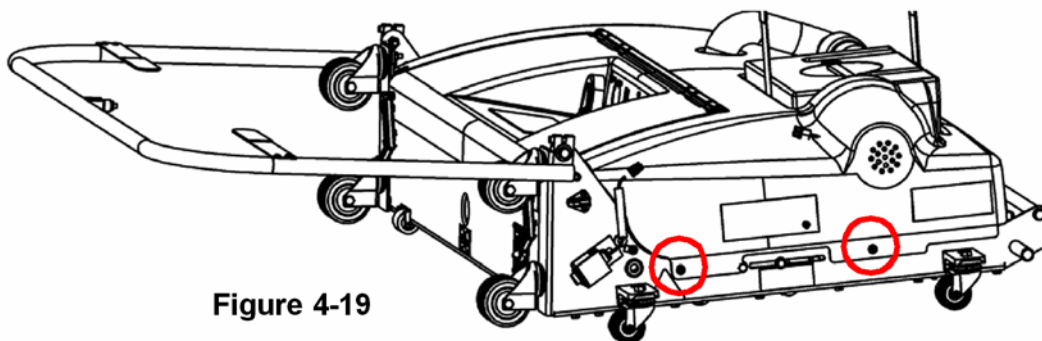

Figure 4-19
1. Lås upp oljeutrymmets dörrspärrar, koppla från vakuumslangen och ta ut avfallstanken, ta av locket till rengöringsmedelstanken, skruva av de två skruvarna på vardera sida av huvan (se bild 4-19) och lyft av huvan från ramen. Lägga skruvarna åt sidan.